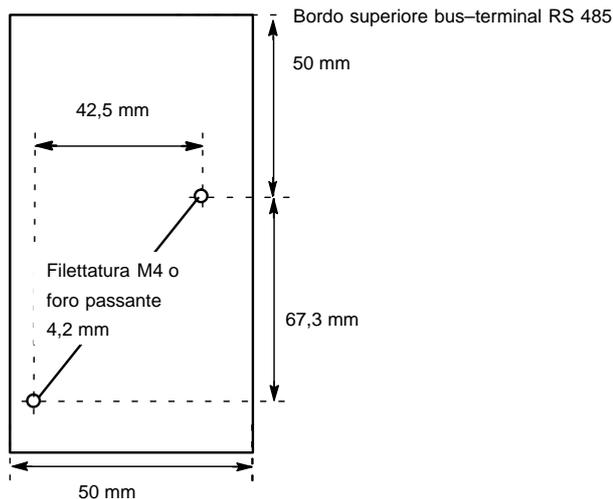

Figura 4. 10: Schema di foratura per bus-terminal RS 485
- con montaggio a parete (murature, calcestruzzo). Sono necessari 2 tasselli dei tipo 5, 2 viti per legno a testa tonda DIN 96, spessore 3,5, L70 e due rosette DIN 125–4,3. Per le forature valgono le specificazioni della Figura 4. 10.
Per l'allacciamento del cavo di bus sono necessarie le seguenti operazioni (vedere Figura 4. 11):